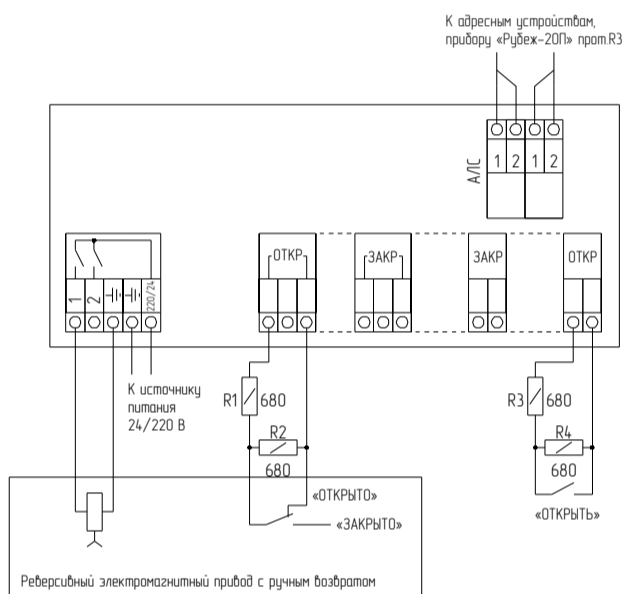

Рисунок 4 (заслонка клапана в положении «Открыто»)
- Электромагнитный (с ручным возвратом в нормальное положение) (Рисунок 4)